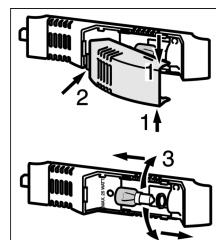

Fig. 8
- Agarre la cubierta de la lámpara por la parte superior e inferior Fig. 8 (1).
- Desencage y desenganche por la parte trasera Fig. 8 (2) la cubierta de la lámpara.
- Sustituya la bombilla Fig. 8 (3).